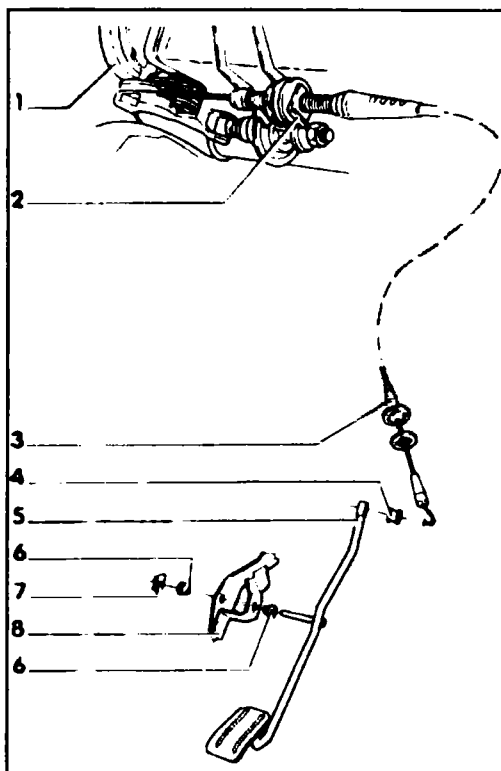

Рис. 4.36 Регулировка троса дроссельной заслонки - бензиновый двигатель 2,0
- ◆ В противном случае выньте стопорную пластину (2, см. рис. 4.36), вытяните трос до упора рычага привода заслонки. В этом положении вставьте стопорную скобу на место. При правильной регулировке между рычагом дроссельной заслонки и упором должен быть небольшой зазор, не превышающий 1 мм.